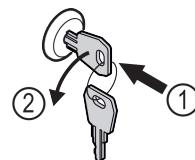

Fig. 174
- ▶ Sleutel erin duwen. Fig. 174 (1)
- ▶ Sleutel 90° linksom draaien. Fig. 174 (2)